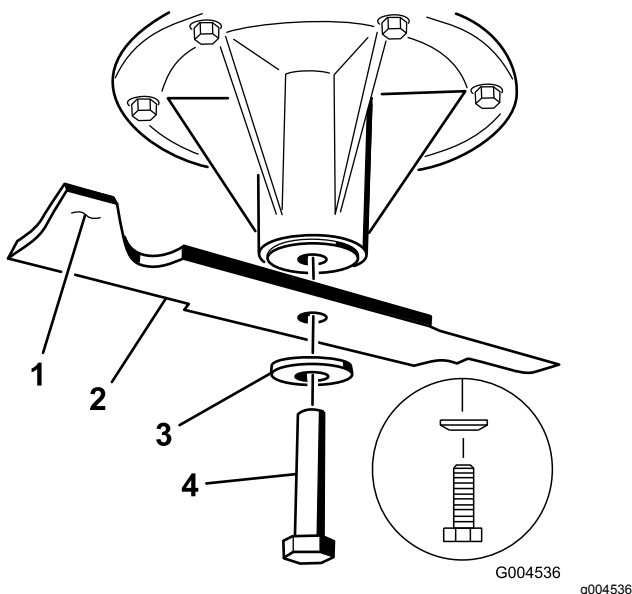

Figure 79
1. Placez la lame sur l'axe (Figure 79).
2. Mettez en place la rondelle élastique et le boulon de la lame (Figure 79).
Remarque: Le cône de la rondelle élastique doit être dirigé vers la tête du boulon (Figure 79).